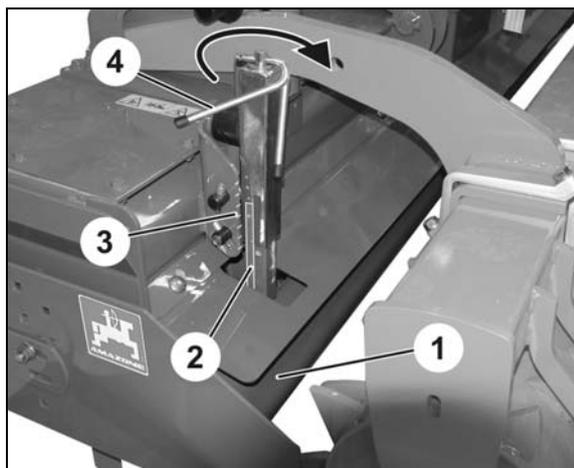

Fig. 26
Pour le semis conventionnel, la lame de nivellement (Fig. 26/1) doit produire un petit monticule de terre afin d'égaliser les inégalités présentes devant elle.
Procédez aux mêmes réglages sur tous les segments de réglage. L'aiguille (Fig. 26/2) et les encoches (Fig. 26/3) servent de références.
3. Relevez la manivelle (Fig. 26/4).